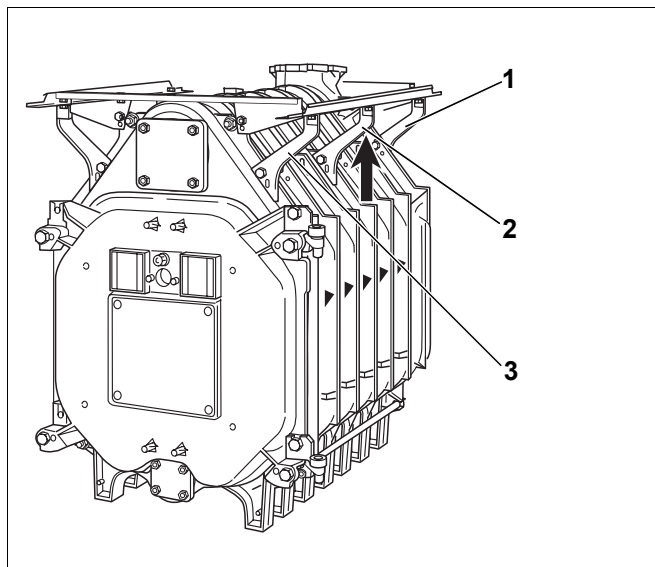

Bild 40 Längsschienen ausrichten
- Längsschienen ausrichten und die Konsolen am Vorder- bzw. Hinterglied (Bild 40, **Pos. 1** und **3**) fest anschrauben.
- Die mittleren Konsolen (Bild 40, **Pos. 2**) von unten gegen die Längsschienen schieben und fest mit dem Kesselblock verschrauben.